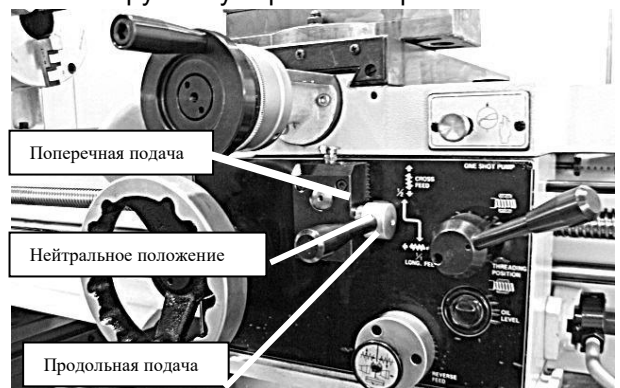

Рис. 49. Положения рукоятки управления подачей
3. Используйте рукоятку управления подачей на передней стороне салазков для включения автоматической подачи либо каретки, либо поперечного суппорта (см. рисунок 49). Для включения каретки, нажмите рукоятку влево и вниз. Для включения поперечного суппорта, нажмите рукоятку вправо и вверх.